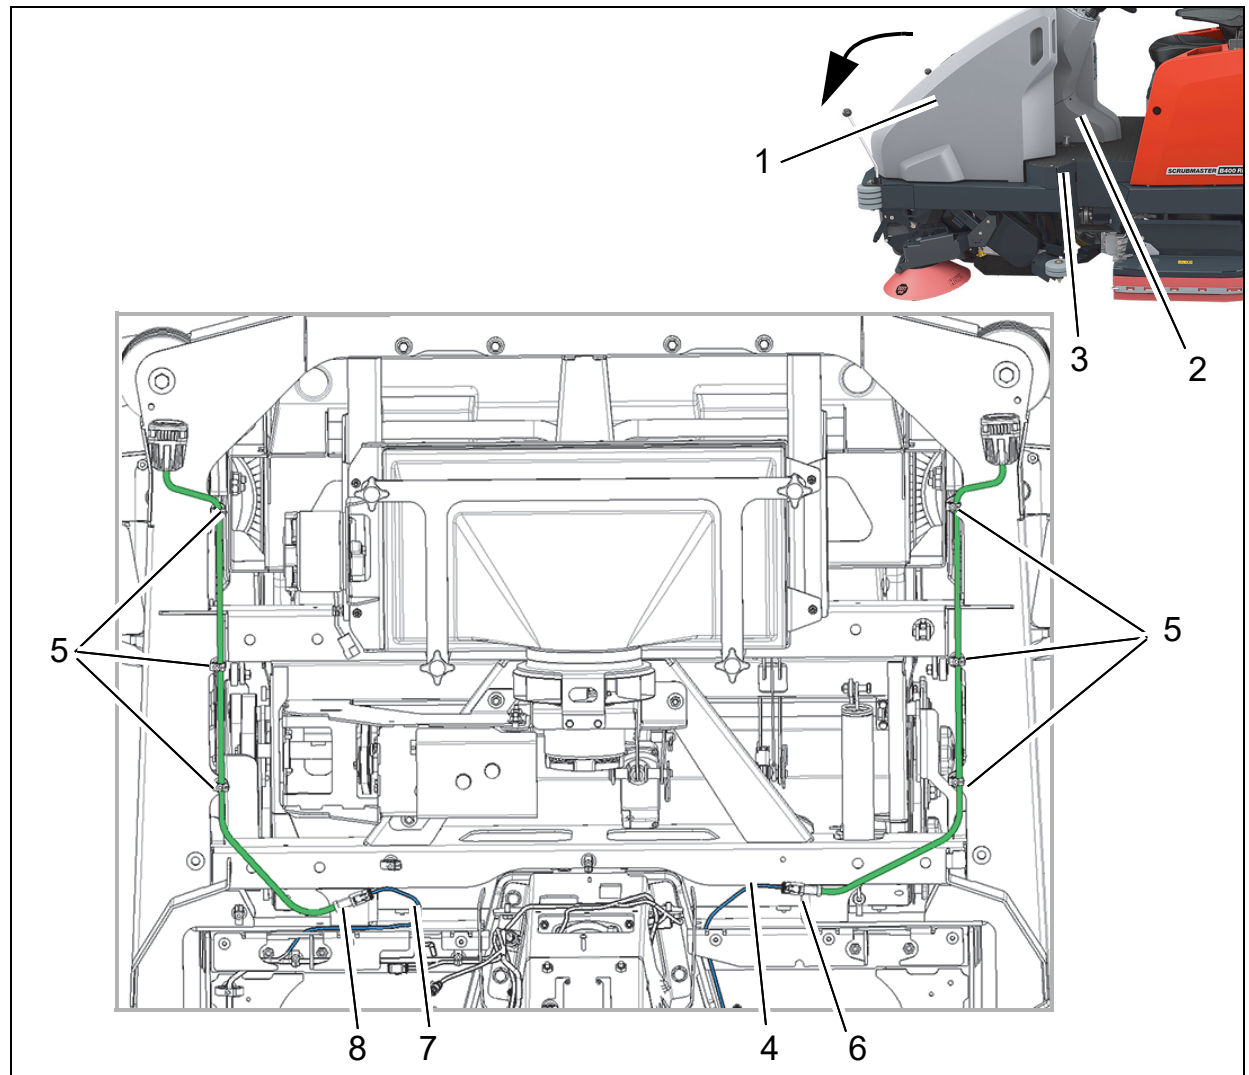

Abb. 4
Vor der Montage muss die Haube (Abb. 4/1) nach vorn geklappt werden. Folgende Teile müssen demontiert werden:
- Motorabdeckung (Abb. 4/2)
- Bodenmatte (Abb. 4/3)
1. Stecker E11 des Kabelbaums W3 auf der rechten Seite der Maschine aus dem Kabelbündel lösen und durch die Aussparung nach vorn führen (Abb. 4/4).
2. Kabel des rechten LED-Arbeitscheinwerfers durch die Kabelbündelhalter (Abb. 4/5) führen und mit Stecker E11 verbinden (Abb. 4/6).
3. Stecker E1 des Kabelbaums W3 auf der linken Seite der Maschine aus dem Kabelbündel lösen und durch die Aussparung nach vorn führen (Abb. 4/7).
4. Kabel des linken LED-Arbeitscheinwerfers durch die Kabelbündelhalter (Abb. 4/5) führen und mit Stecker E1 verbinden (Abb. 4/8). Kabelüberlängen in Schleifen legen und im Kabelbündelhalter fixieren.